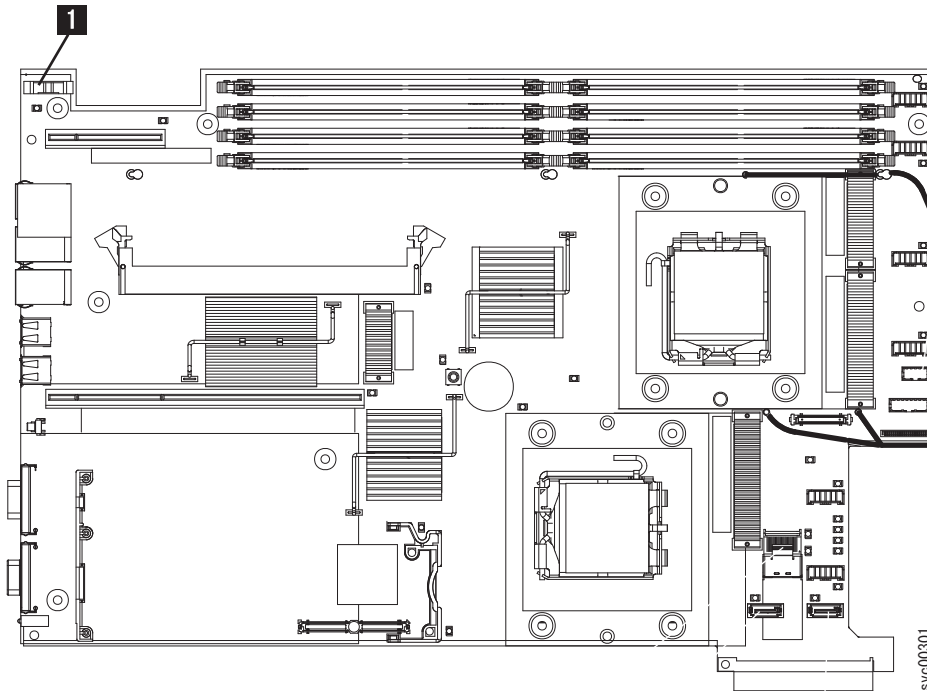

図 144. SAN ボリューム・コントローラー 2145-8G4 CMOS バッテリー・ホルダーの位置
2. システム・ボード上のバッテリーを見つけます。174 ページの図 144 は、バッテリーの位置 (1) を示しています。